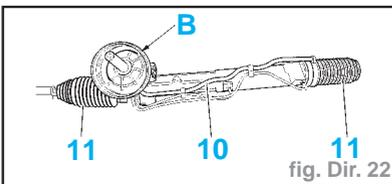

fig. Dir. 22
- Graisser (graisse LUBRICOMET SP70) la portée (B) (fig. Dir. 22).